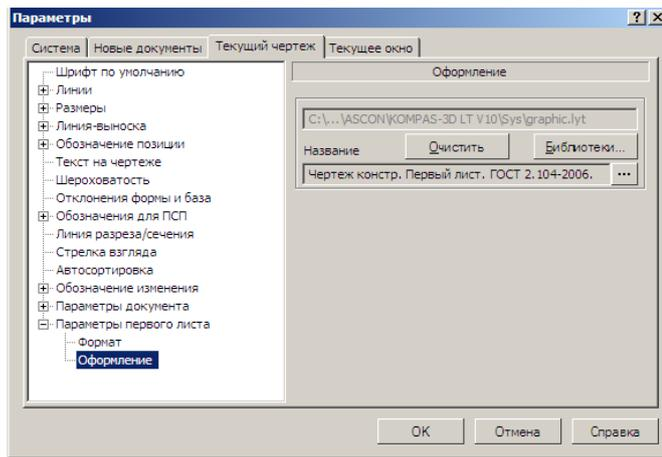

Рис. 2
3. изменить оформление текущего чертежа: Сервис – параметры – во вкладке текущий чертеж, параметры первого листа – оформление (рис. 2)